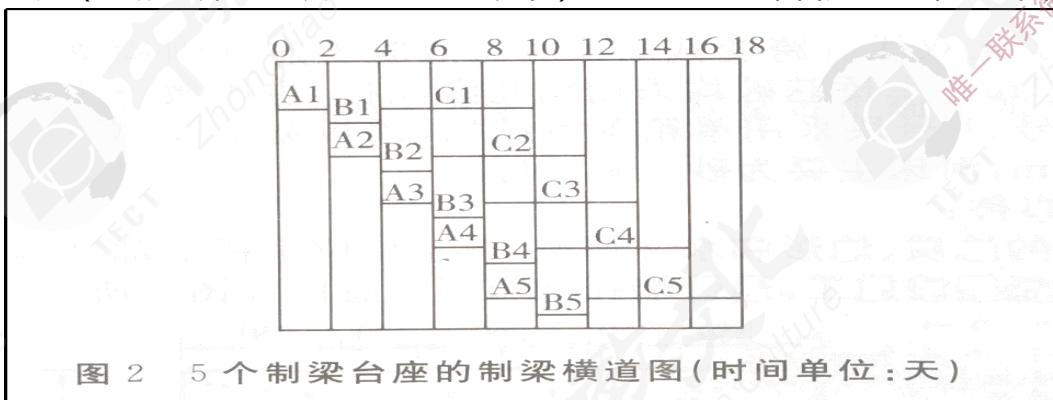

图 2 5 个制梁台座的制梁横道图(时间单位:天)
预制场设 5 个制梁台座（编号 1~5），采用一套外模、两套内模，每片梁的生产周期为 10 天，其中 A 工序（钢筋工程）2 天，B 工序（模板安装、混凝土浇筑、模板拆除）2 天，C 工序（混凝土养生、预应力张拉与移梁）6 天。5 个制梁台座的制梁横道图见图 2。
3. 列式计算 120 片箱梁按图 2 的形式组织流水施工的最短预制工期。